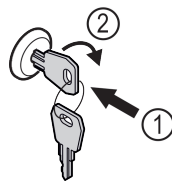

Fig. 158
- ▶ Introducir la llave. Fig. 158 (1)
- ▶ Girar la llave 90° en sentido horario. Fig. 158 (2)